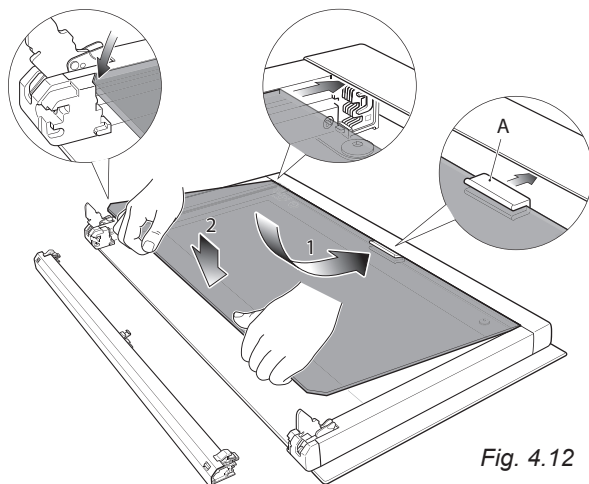

Fig. 4.12
- Verificare che la guarnizione "A" sia in posizione (fig. 4.12), altrimenti posizionarla correttamente sul bordo del vetro interno in posizione centrale.